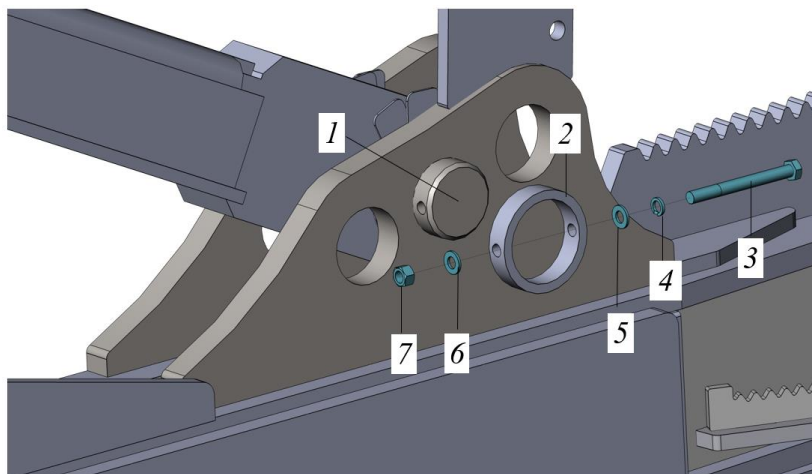

Рисунок 3.100. Демонтаж пальца тяги
- ▶ Ключом  на 24 открутить гайку 7, снять шайбу 6, извлечь болт 3 с шайбами 4 и 5, снять кольцо 2. Выбить палец 1 из бруса придерживая тягу, используя подходящий грузоподъемный инструмент, см. рис. 3.100.